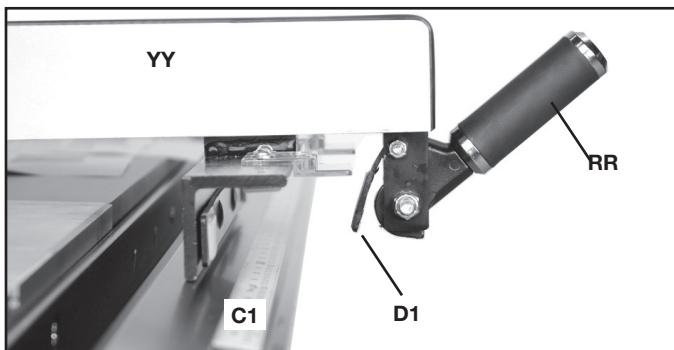
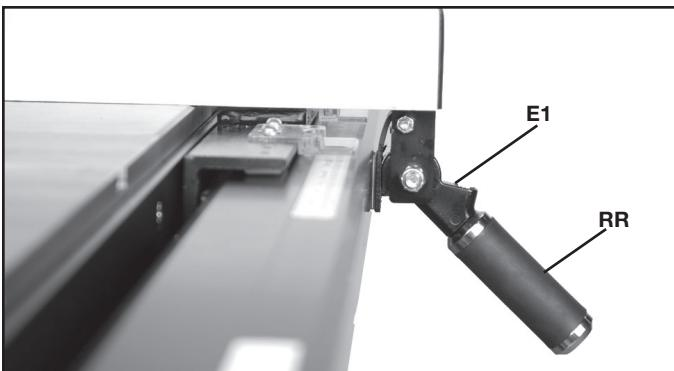

FIG. 28
FIG. 29
Cuando sujeté el ensamblaje de la guía (YY), Fig. 28, al tubo de la guía (C1), asegúrese de que el pie de leva (D1) cuelgue hacia abajo y entre el mango de bloqueo (RR) y el tubo de la guía (C1) y que no esté atrapado en la parte superior del tubo de la guía.
Se muestra un ensamble de la guía sujeto correctamente en la Fig. 29.
Para mover la guía a lo largo del tubo de la guía, simplemente levante el mango de bloqueo (RR), Fig. 29, como se muestra, deslice la guía a la posición deseada y baje el mango de bloqueo (RR), Fig. 28, como se muestra, para fijar la posición.
NOTA: Se proporciona un imán (E1), Fig. 29, para mantener el mango hacia arriba (como se muestra en la Fig. 28) cuando mueve la guía.